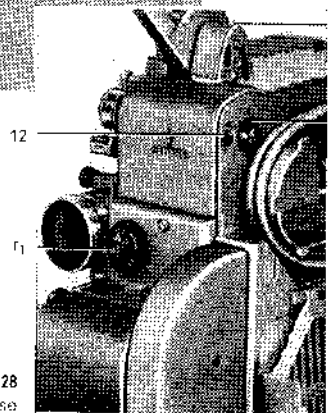

Bild 28
1. Rändelknopf der Blendenachse so lange drehen, bis Markierungsstrich der Dreiflügelblende nach oben zeigt. (Siehe r_1 im Bild 28.)